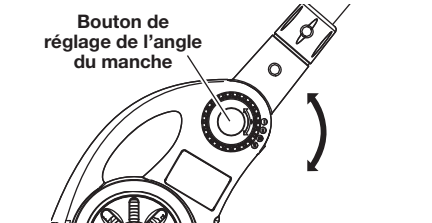

Fig. 5
- Appuyez sur les boutons de réglage de l'angle du manche des deux côtés du logement du moteur (Fig. 5).